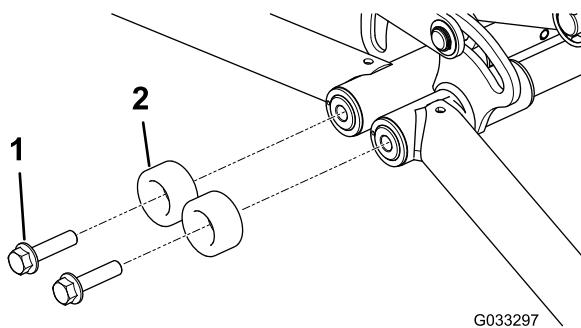

図 19
2. 既存のフランジヘッドボルトと円筒バンパーを外す図19。